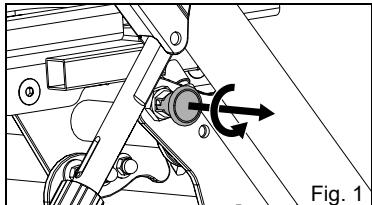
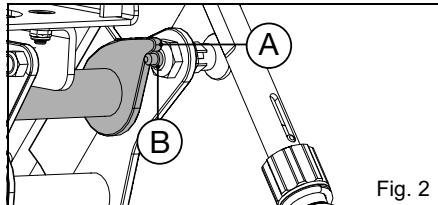

Fig. 1
Fig. 2
2. Extraiga el pasador de bloqueo, gírelo hacia la izquierda y vuelva a insertarlo (Fig. 1). El pasador de bloqueo ahora está activado (Fig. 2).
3. Incline el adaptador del asiento (Fig. 2:A) contra el pasador de bloqueo (Fig. 2:B). El adaptador del asiento debe tocar el pasador de bloqueo sin juego.